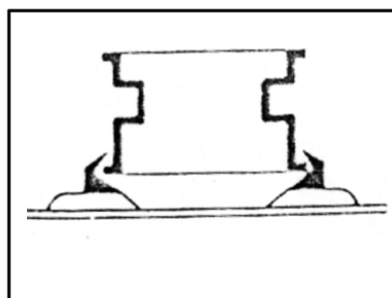

fig7
Après avoir choisi le mode de verrouillage (la prise extérieure est particulièrement bien adaptée pour les jantes en aluminium ; la prise intérieure est rarement utilisée), placez la roue sur le plateau. (Fig. 7 et 8).
2. Verrouillage prise intérieure (fig 7)